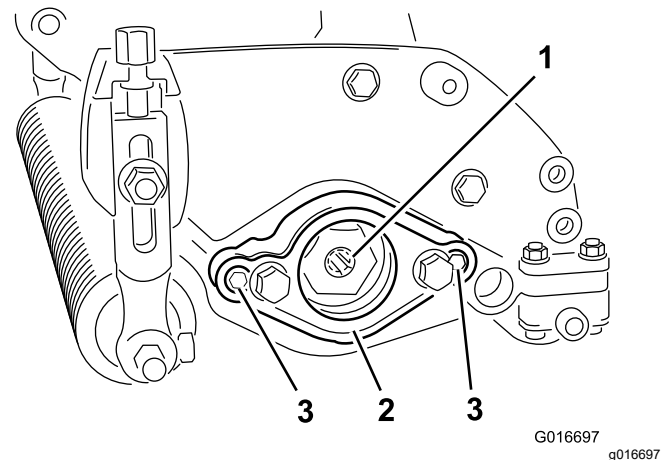

Figura 4
4. Remova a montagem do motor (Figura 4).
5. Aplique massa lubrificante no diâmetro interior do veio de saída da transmissão (Figura 4).